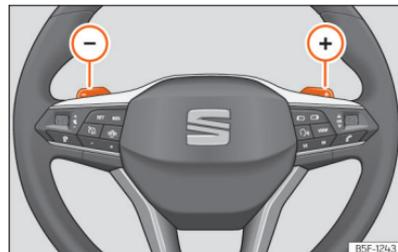

Fig. 89 Volante: alavancas para mudança automática de velocidades.
- Pressione a alavanca de mudanças (+) para engrenar uma velocidade mais alta >>> Fig. 89.